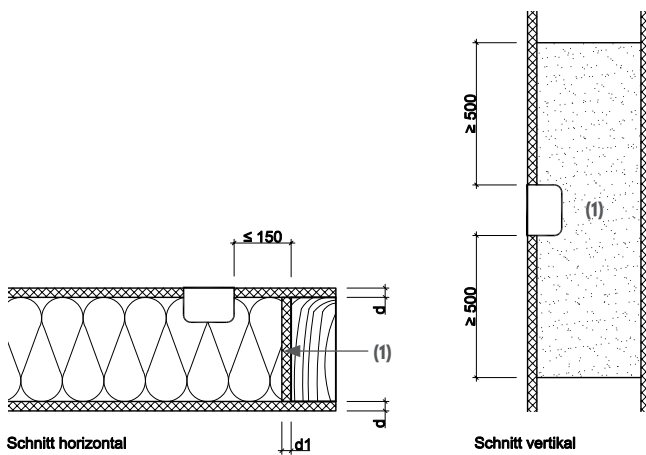

Abb. 7: Holzbauteile sind mit einer brandschutztechnisch wirksamen Bekleidung zu versehen (1).
- Müssen die Einbauteile mit geringerem Abstand als 150 mm von Holzbauteilen eingebaut werden, so sind die Holzbauteile mit einer brandschutztechnisch wirksamen Bekleidung zu versehen (1). Die brandschutztechnisch wirksame Bekleidung (1) muss mindestens 500 mm über und unter Rändern des Einbauteils geplant werden. Die Dicke der brandschutztechnisch wirksamen Bekleidung muss dicker sein als die Beplankung der Konstruktion ($d_1 > d$) (Abb. 7).